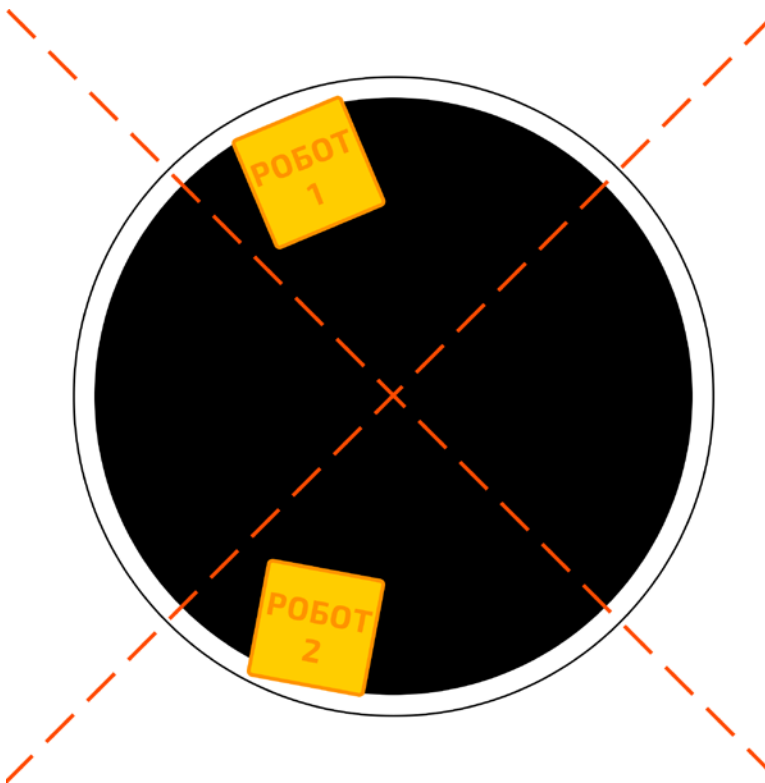

Рисунок 7. Пример расположения роботов при старте.
1. По команде судьи операторы подходят к рингу, чтобы поставить на него роботов. Пример расположения роботов на старте изображен на рис. 7.